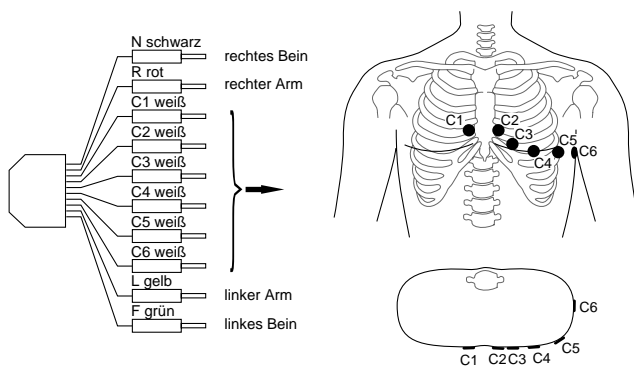

Bild 4-4. Anschließen der Patientenleitung
- * Schließen Sie die Patientenleitung (10adrig) entsprechend Bild 4-4 an.